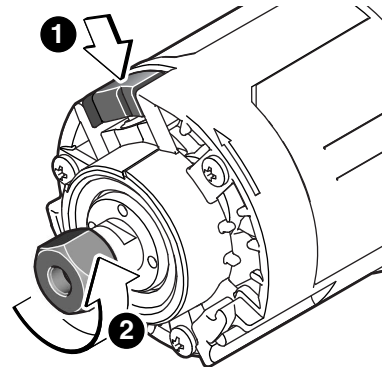

FIG. 2
2. Appuyez sur le levier de blocage de l'arbre pour empêcher la douille de tourner. **REMARQUE** : Il se peut qu'il faille faire tourner la douille pour enclencher le blocage de l'arbre (Fig. 2).\*